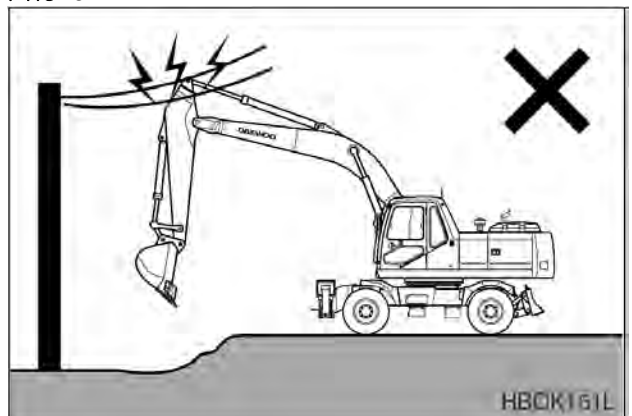

Рис. 62
11. Убедиться, что между линиями электропередач и машиной имеется достаточное пространство. (Рис. 62)